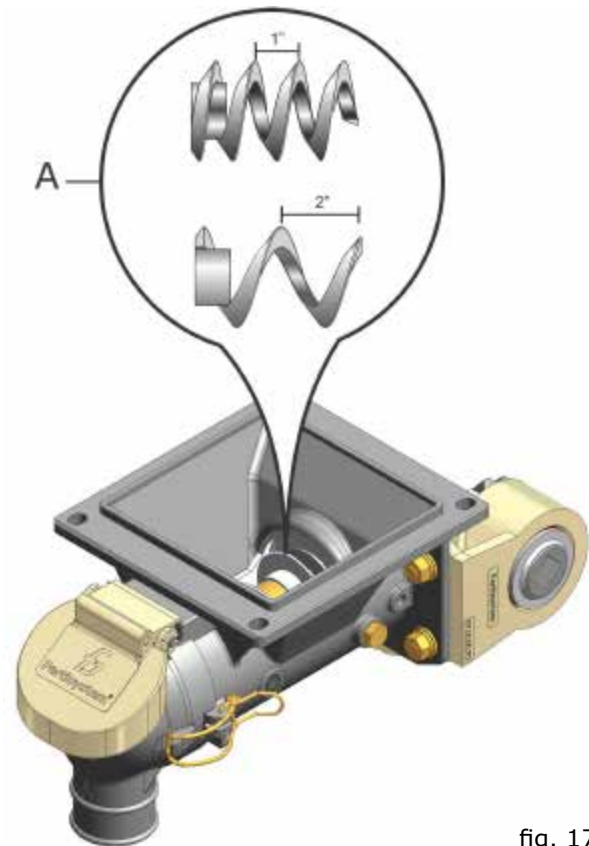
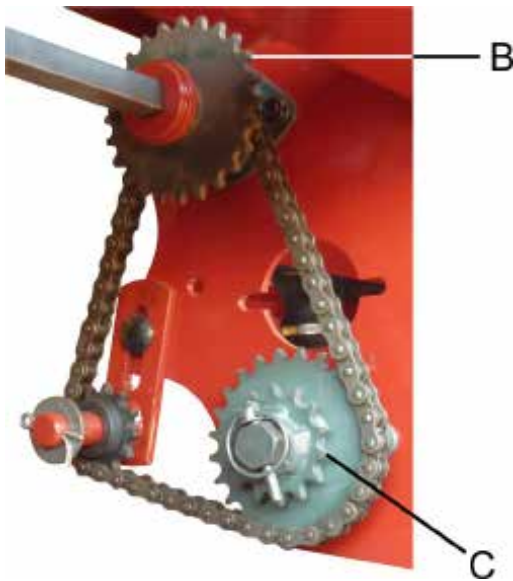
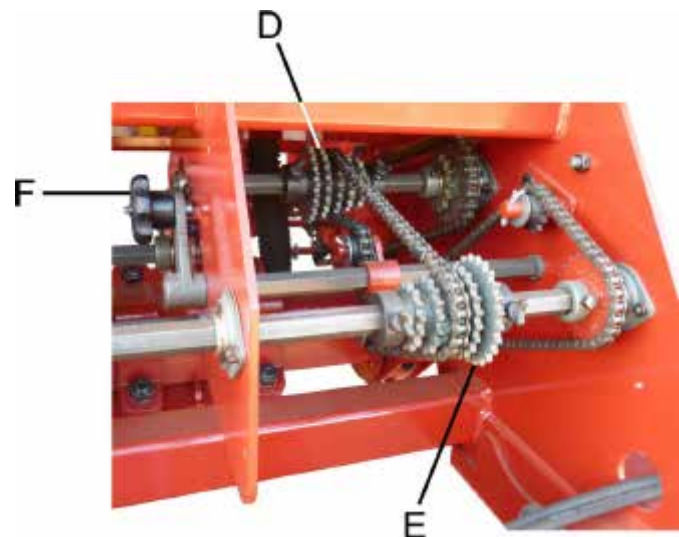

fig. 17
fig. 18
fig. 19
A regulagem da quantidade de fertilizante em Kg/ha é realizada através das roscas sem-fim (A) (fig. 17) e do intercâmbio de rodas dentadas motrizes (B) (fig. 18) e rodas dentadas movidas (C), do pinheirinho movido (D) (fig. 19) e motriz (E), sendo que o fertilizante é deslocado através das roscas sem-fim (A) (fig. 17).
Para a regulagem dos pinheirinhos é necessário afrouxar o esticador (F) (fig.19).
Verifique se a vazão obtida é realmente a desejada. Se necessário altere a relação de transmissão através da troca das rodas dentadas Z14/24 (B/C) (fig. 18).